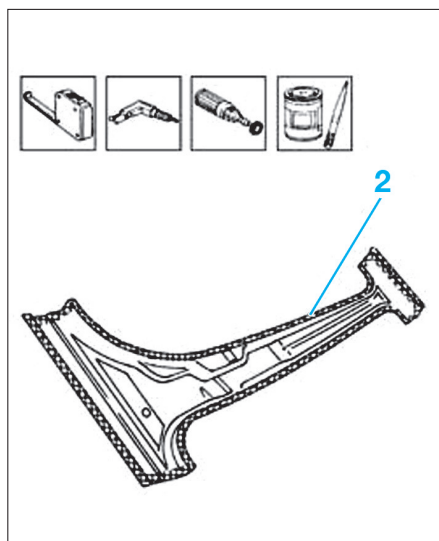

FIG. 17
- Nettoyer les zones (2) (Fig.17) sur le véhicule et sur les pièces neuves.